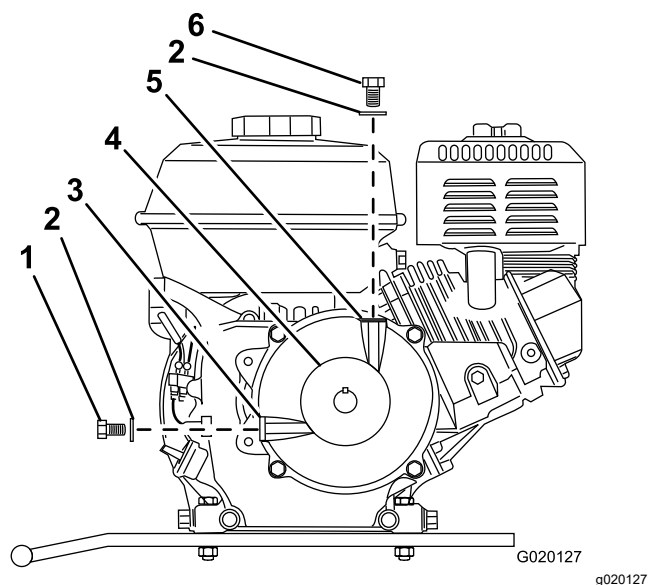

Figura 62
6. Retire el perno y la arandela de llenado del orificio de llenado situado encima de la caja reductora (Figura 62).
7. Retire el perno de comprobación del nivel de aceite y la arandela del orificio de nivel de aceite en el lateral de la caja reductora (Figura 62).
12. Instale el perno de comprobación del nivel de aceite y la arandela en el orificio de nivel de aceite de la caja reductora y apriete el perno (Figura 62).
13. Instale el perno de llenado y la arandela en el orificio de llenado de la caja reductora y apriete el perno de llenado (Figura 62).